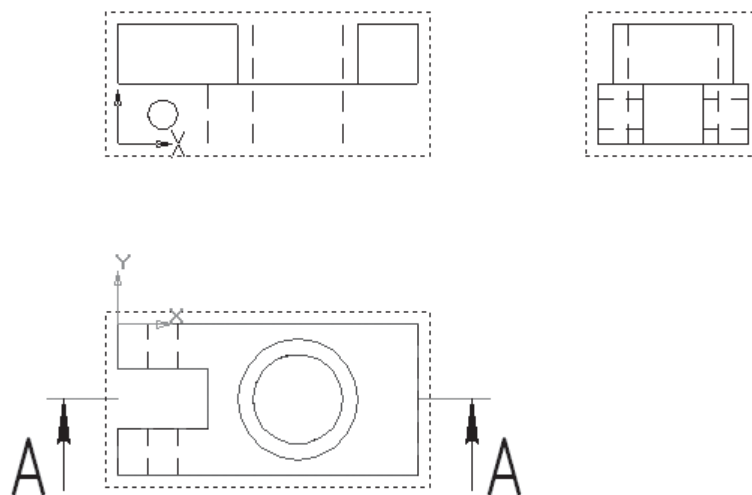

Рис. 17.6
- не отпуская левой клавиши мыши, установите фантом, как показано на рис. 17.6 (исчезновение некоторых линий говорит о точном совпадении фантома с видом);